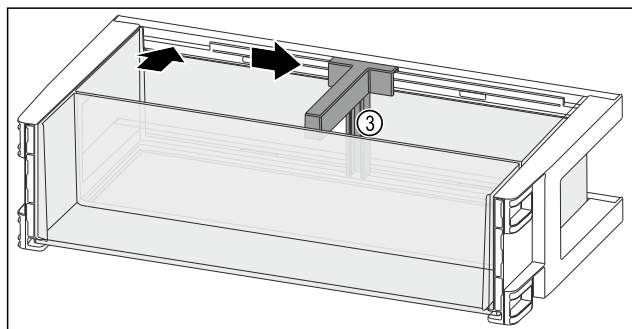

Fig. 115
- Flaschenhalter Fig. 115 (3) in die Aussparung einsetzen.
- Flaschenhalter Fig. 115 (3) in gewünschte Position zur Seite schieben.